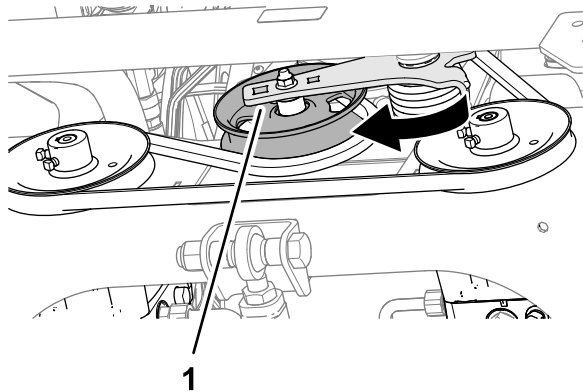

図 90
2. エンジン前側の下部で、アイドラテンションアームにソケットレンチまたはボールなどを差し込んでブラケットを上に移動させてベルトの張りを弱くする (図 90)。